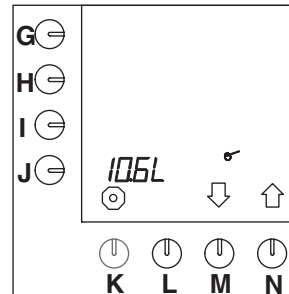

Fig. 30 Totale waterhoeveelheid
- Na het invoeren van de chef-pincode verschijnt fig. 30 in het display.